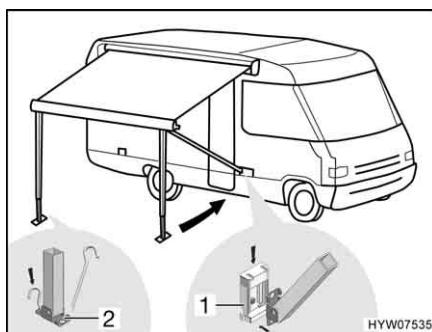

Fig. 38 Fissaggio dei montanti di supporto
- Incastrare i montanti di supporto nei supporti (Fig. 38,1) sul veicolo oppure fissarli sul terreno con dei puntelli (Fig. 38,2).